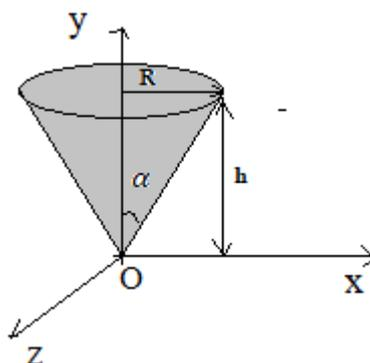

Figure III.23
Exercice 06. Considérant un cône plein de densité volumique ρ , de masse (m), de hauteur (h) et de rayon de base par rapport à son sommet (R) voir Figure III.23.